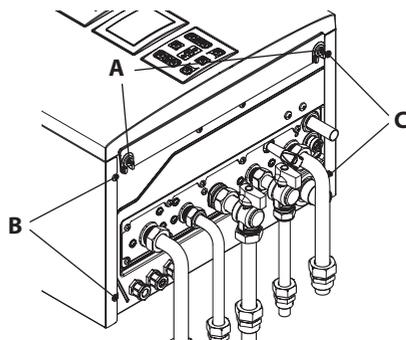
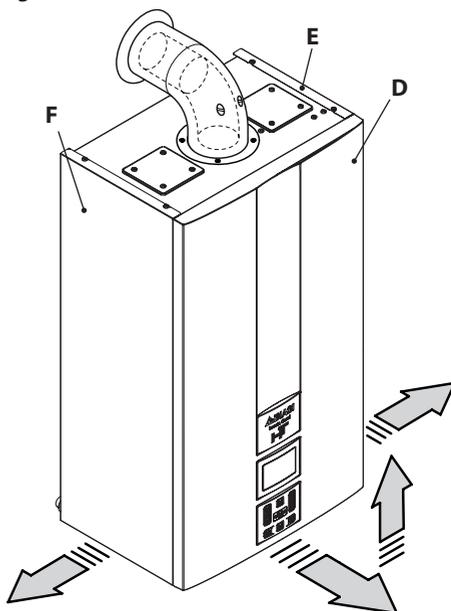

Figura 9.6
Figura 9.7
- Svitare le viti **A** e rimuovere il pannello frontale **D** tirandolo a sé e quindi spingendolo verso l'alto in modo da liberarlo dalle sedi superiori (Figura 9.6 e Figura 9.7).
Allentare la viti **B** e **C** in Figura 9.6 e togliere i due pannelli laterali **E** ed **F** tirandoli verso l'esterno.
te viti **A** (Figura 9.6).